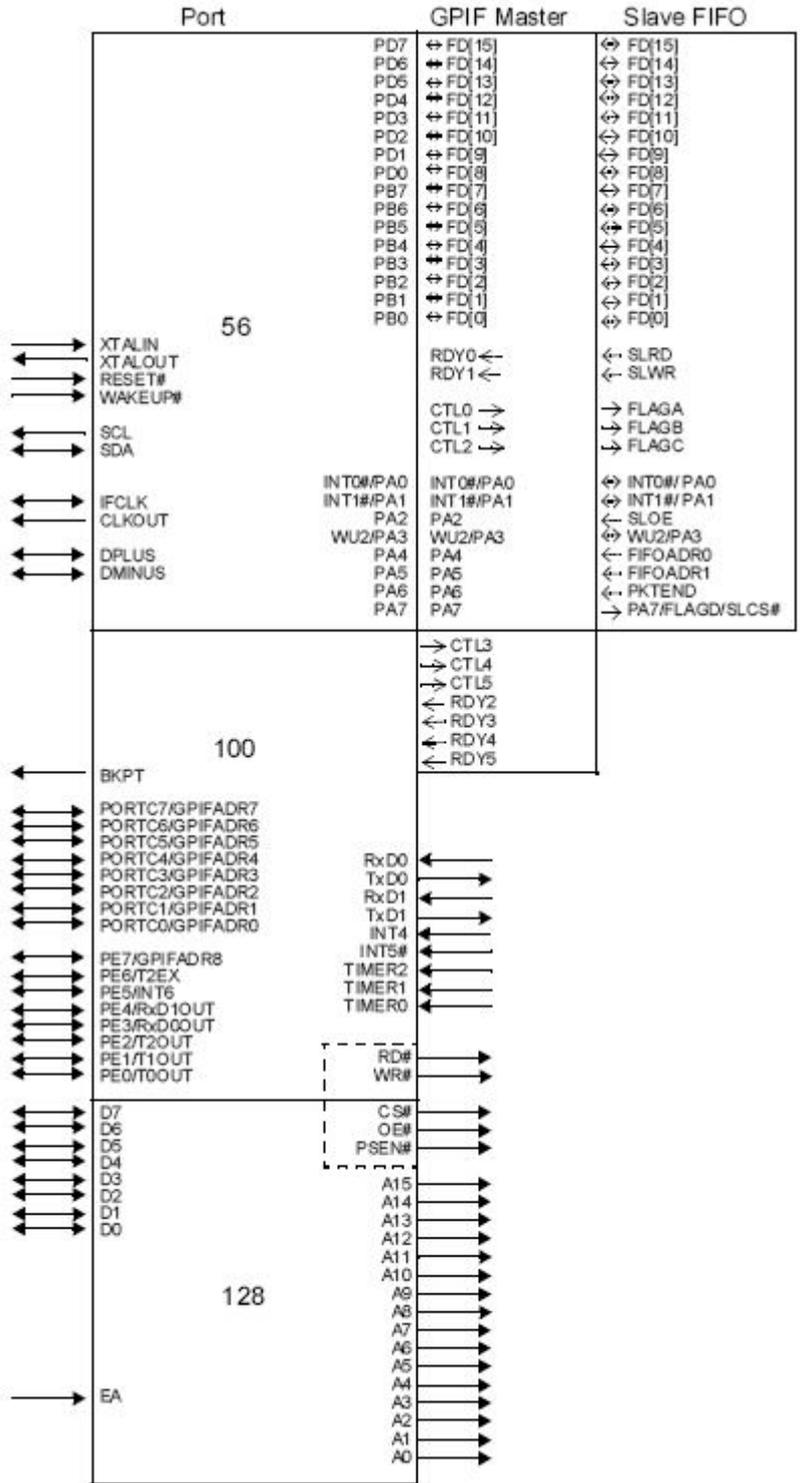

图 2.3 68013 功能引脚
引脚功能见图 2.3，图中 128 引脚封装 68013 包括所有功能引脚，56 引脚封装和 100 引脚封装只有其中的部分引脚。
- PE0~PE7 端口 E, 复用引脚, PE7 与 GPIF 主模式地址 GPIFADR8 引脚复用, 端口 E 其他引脚复用可见图 2.3